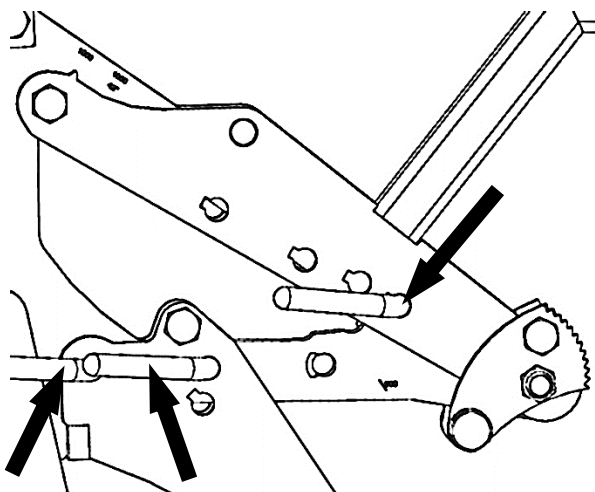

Fig. 1
- Déplacez le support du crochet en position de "libération" en tirant sur la tringlerie charge-traction en biais (Fig. 1).
- Graisser et huiler les pièces mobiles (voir flèches Fig. 1, 2, 3).